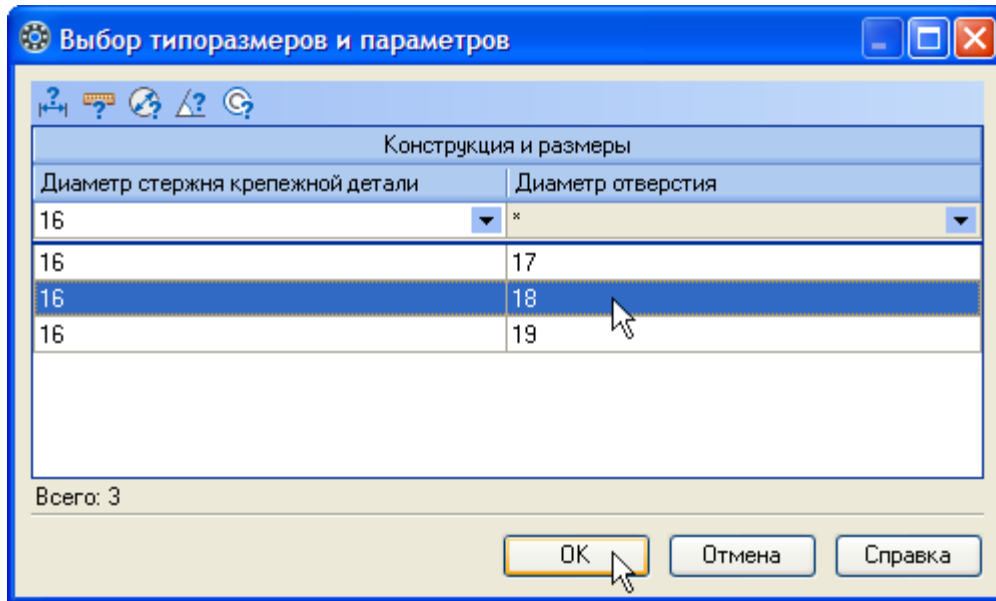

Рисунок 11.
- Будут предложены три варианта отверстий разного диаметра. Укажите значение 18 мм и нажмите кнопку ОК (рис.11).